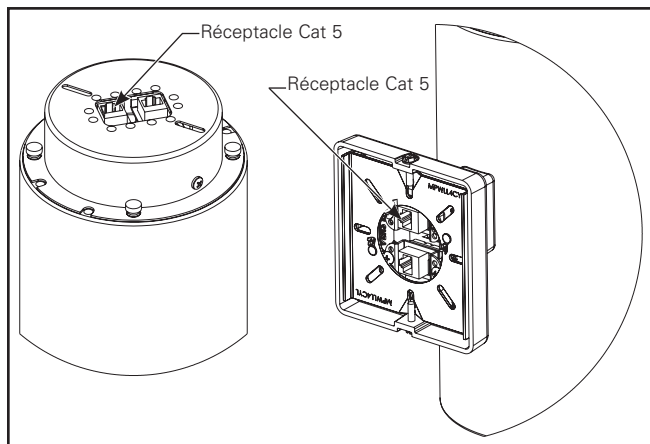

Figure 8.
1. Repérez les prises Cat 5. Pour Dans le cas des cylindres fixés au plafond, les prises seront situées dans le haut à la partie supérieure du cylindre et, pour Idans celui des cylindres muraux, les prises seront situées dans le bras de montage mural (Figure 8).